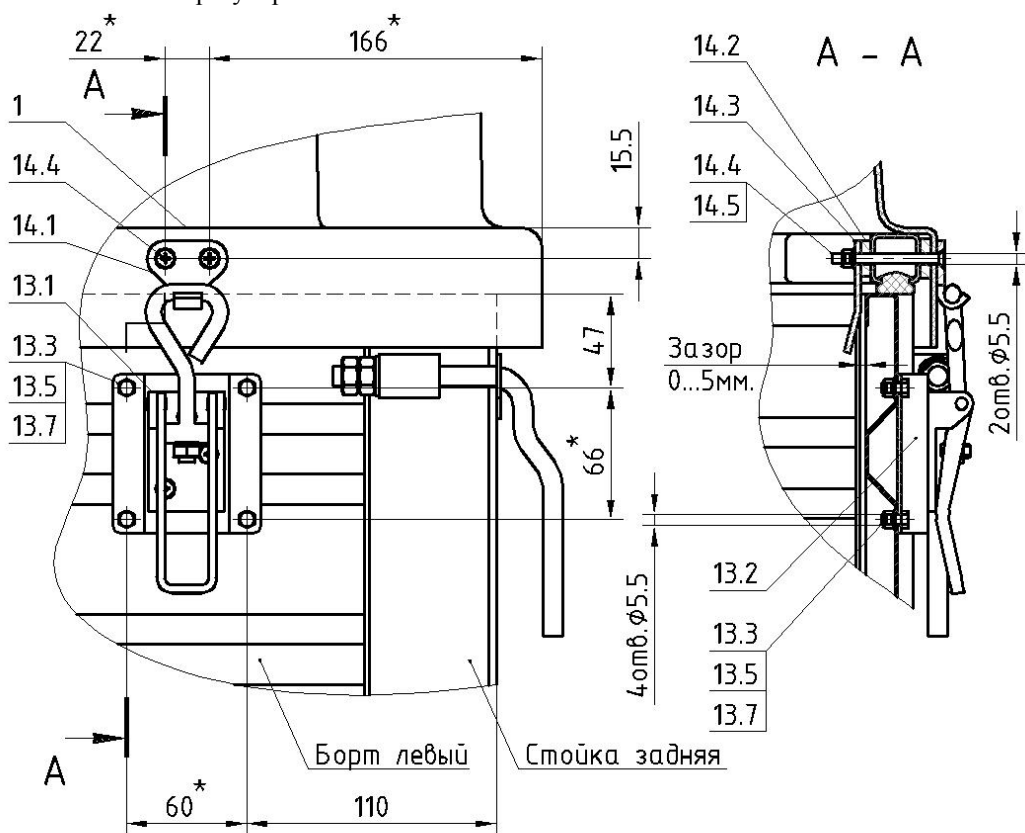

Рисунок 3.
17. Просверлить отверстия  $\varnothing 5.5\text{мм}$  под замки 13, используя подставку замка 13.2 как шаблон, на расстоянии 110мм от задней стойки и 47мм от верхнего края борта (рис. 3).
22. Установить в соответствующем порядке (рис. 3, сечение А-А) винты 14.4, крючок 14.1, проставочную пластину 14.2 и ловушку 14.3.